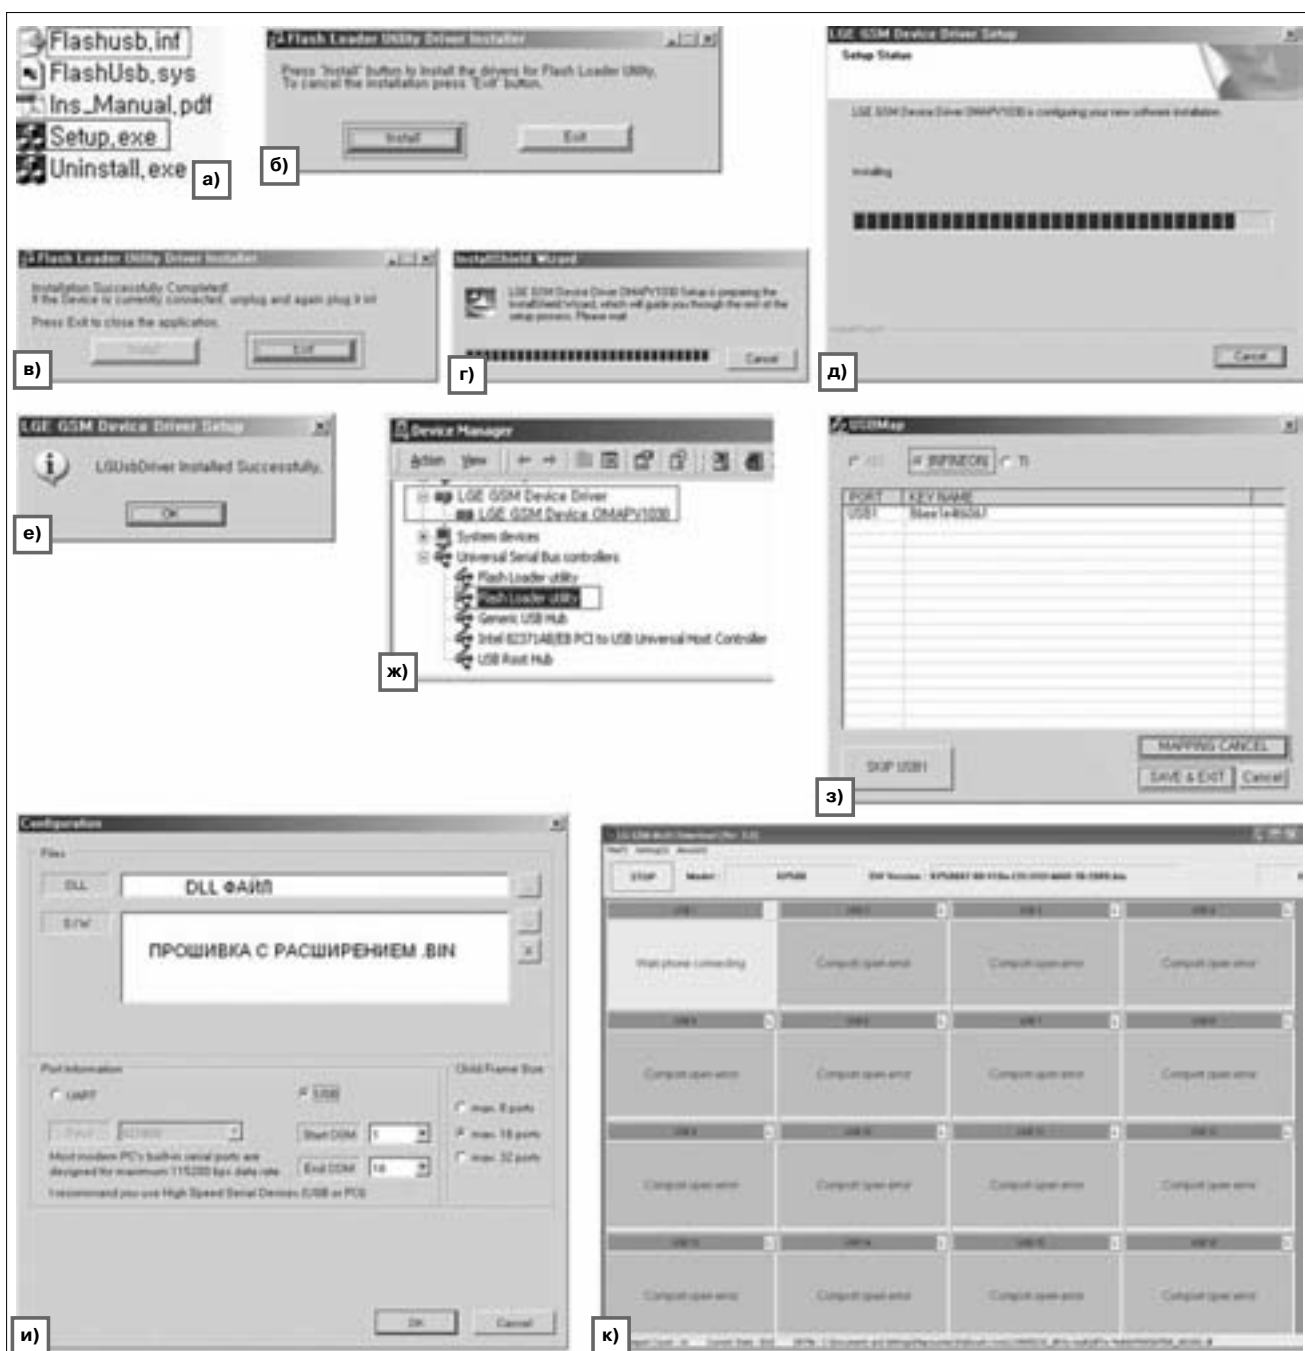

Рис. 2. Установка ПО и обновление прошивки
1. Запускают файл «Setup.exe» для установки драйвера Infineon usb driver (рис. 2а).
2. Нажимают кнопку Install (рис. 2б).
3. После завершения установки нажимают кнопку Exit (рис. 2в).
4. Из папки со скачанным ПО (GSMULTI\UsbDrivers\TI_NEPTUNE) запускают файл LGE_GSM_Device_Driver_OMAPV10_30_1.0.exe для установки Infineon usb driver (рис. 2г-2е).